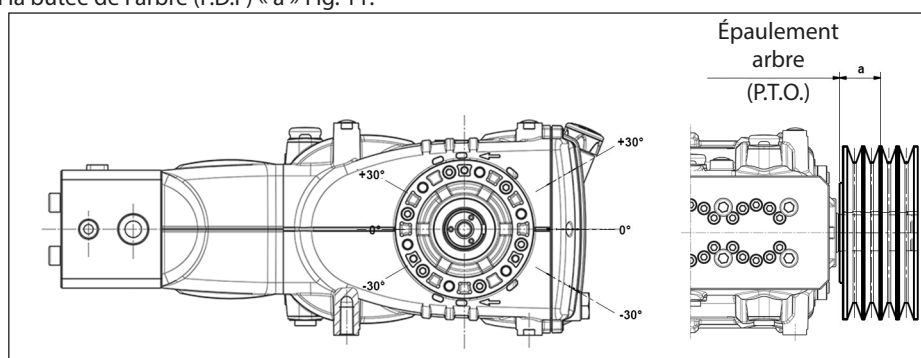

Fig. 11
La transmission est considérée appropriée si cette charge est appliquée à une distance maximum $a=50$ mm de l'épaule de l'arbre (prise de force) comme le montre Fig. 11.
- b) Utiliser des courroies à haut rendement - par exemple **XPB** au lieu de **SPB** - car il sera nécessaire d'avoir une quantité inférieure de courroies égales à la puissance transmise et par conséquent une distance inférieure de la résultante par rapport à la butée de l'arbre (P.D.F) « a » Fig. 11.
- e) Contrôler la direction de la tension de la courroie comme indiqué Fig. 11 : pour toute autre nécessité, contacter le **Bureau Technique** ou le **Service d'Assistance clients**.